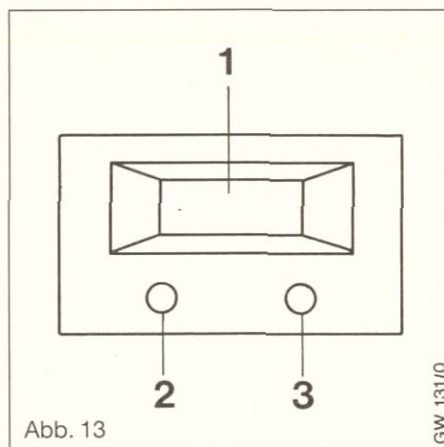
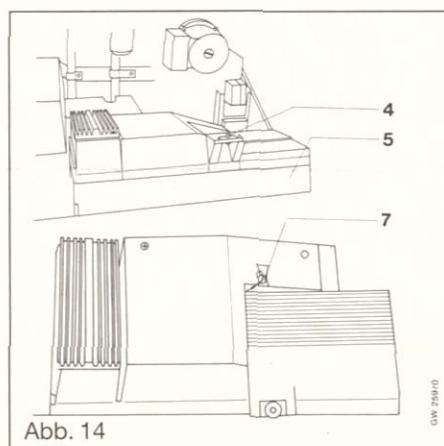

Abb. 13
Abb. 14
Das Gerät ist werkseitig auf die größte Wärmeleistung eingestellt (Potentiometer (7, Abb. 14) gegen Rechtsanschlag - entspricht Displaywert 80).
- Die beiden unter dem Display (1; Abb. 13) befindlichen Taster (2 und 3) mit Hilfe von Kugelschreibern o.ä. **gleichzeitig** kurz betätigen (im Display erscheint die Anzeige d0).
- Durch Betätigung des rechten Tasters (3) erfolgt im Display die Anzeige „80“.
- Unverlierbare Schraube (4; Abb. 14) lösen und Schaltkasten (5) nach vorn herausklappen. Rückwand nicht abnehmen.
Legende zu Abb. 13
Legende zu Abb. 14
- Am Potentiometer (7, Abb. 14) den ermittelten Displaywert einstellen.